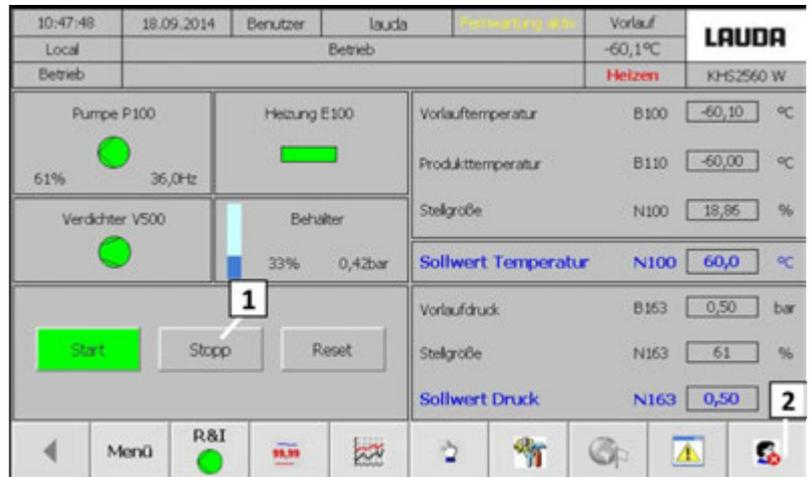

Fig. 76: Mise à l'arrêt
1. Appuyer sur la touche [Arrêt] sur la visualisation (écran tactile) (Voir la Fig. 76 [1]).
2. Déconnecter l'utilisateur (Voir la Fig. 76 [2]).